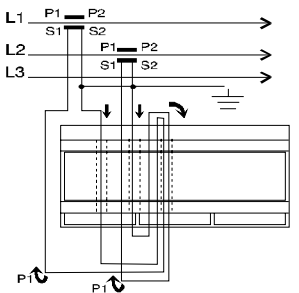

Fig. 8-1
**Funzioni Evolute:** Se lo strumento è stato programmato per il funzionamento in Cogenerazione il collegamento dei TA deve essere effettuato come indicato negli schemi di Fig. 8-1 e 8-2.